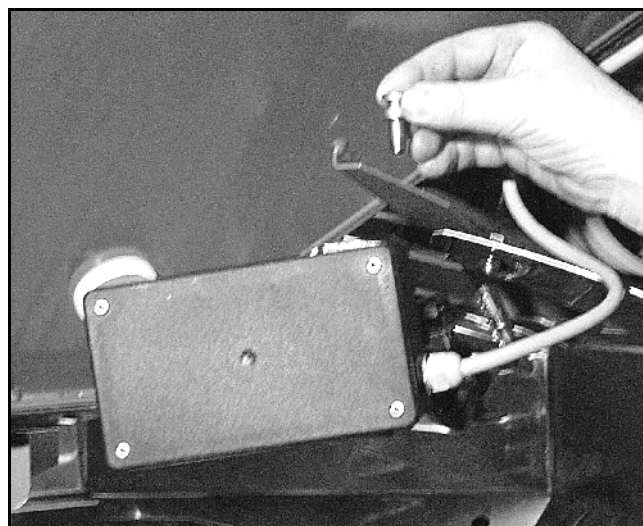

Fig. 6
- De beide kogelpennen (Fig. 6/1) er uit trekken.